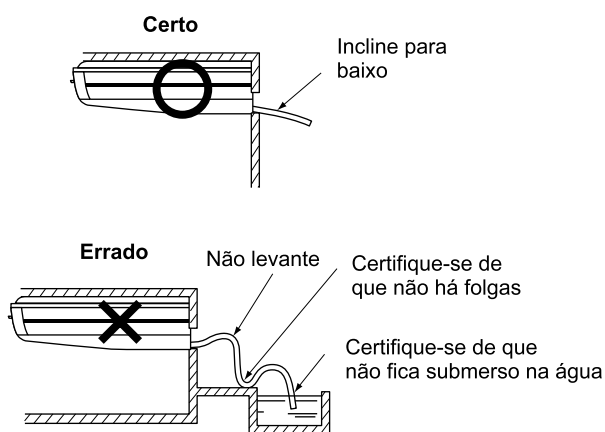

Fig. 21
- Mantenha o tubo de drenagem curto e inclinado para baixo, como uma inclinação mínima de 1/100, para impedir a formação de bolsas de ar. **(Consulte a Fig. 21)**